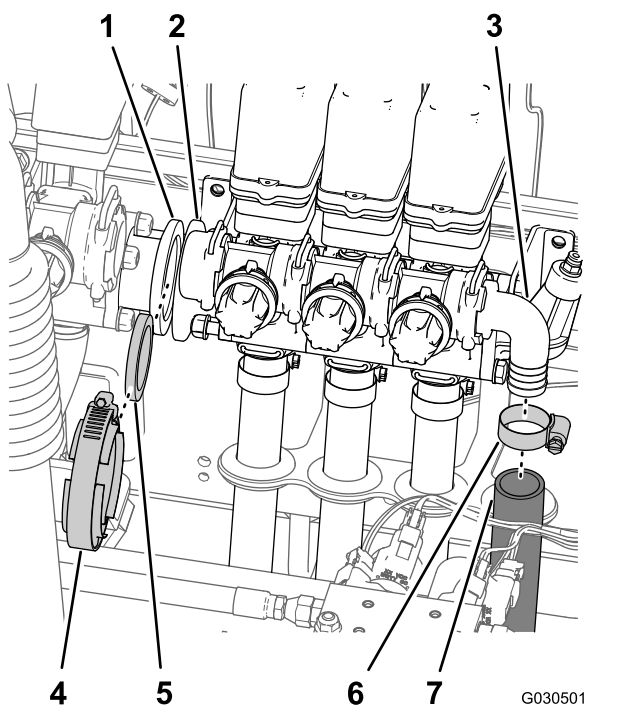

Figura 64
estriada em cotovelo e retire a tubagem da união (Figura 64).
- Retire o grampo da flange e a junta que prendem o adaptador flangeado na válvula de agitação e o adaptador flangeado na válvula da secção da rampa esquerda (Figura 64).